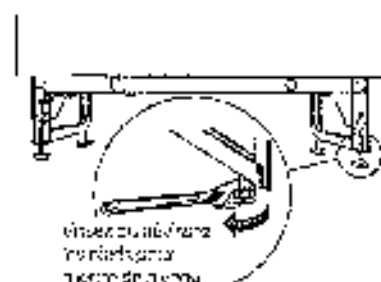

Figure 5
- Mettez le lave-vaisselle de niveau en vissant ou dévissant chacun des quatre pieds de nivellement sous l'appareil, comme indiqué à la Figure 5.